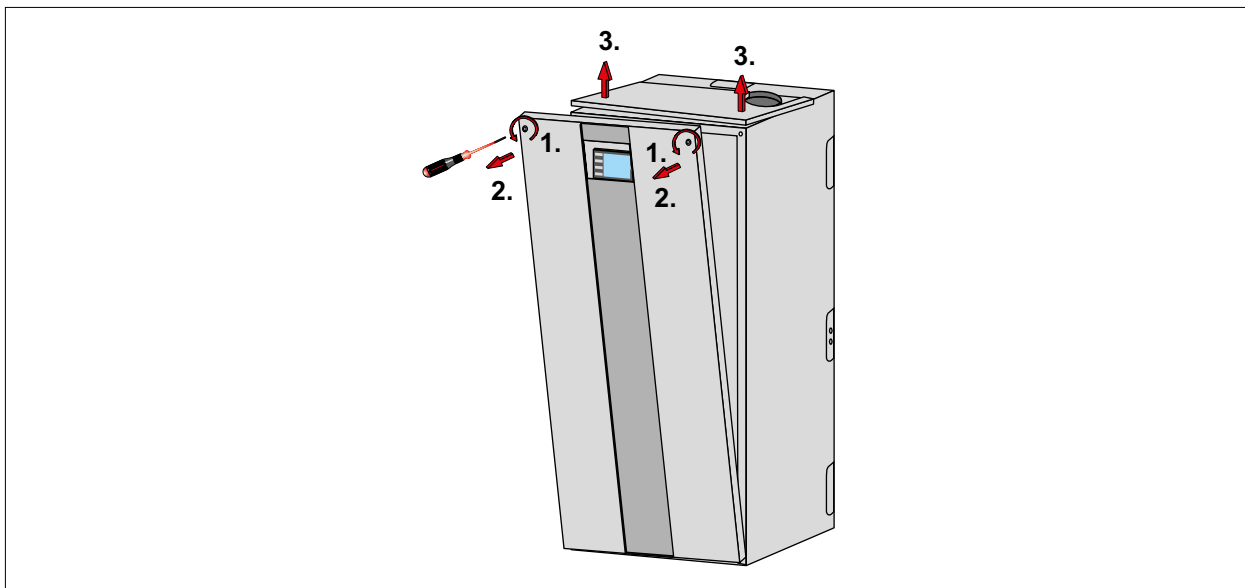

Abb. 5.2 Verkleidung demontieren
- ▶ Befestigungsschraube (1) „Abgasanschluss oben“ eindrehen.
- ▶ Verkleidung demontieren („Abb. 5.2 Verkleidung demontieren“).